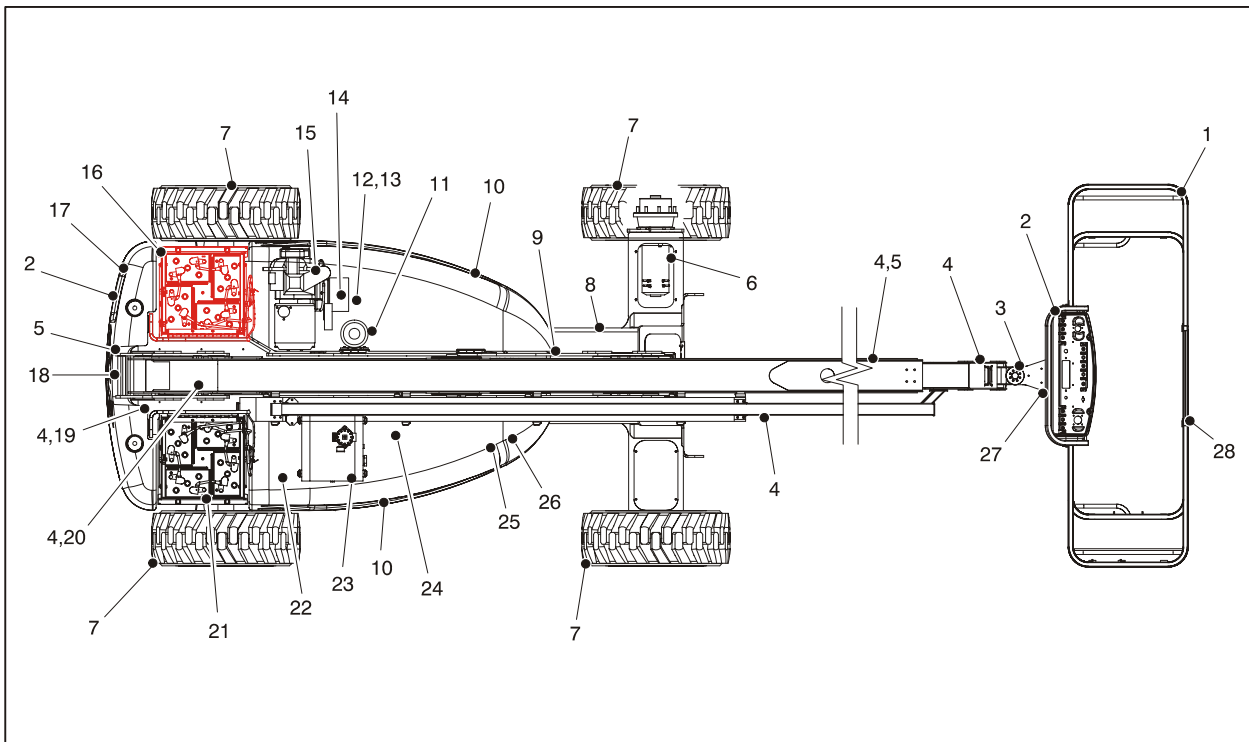
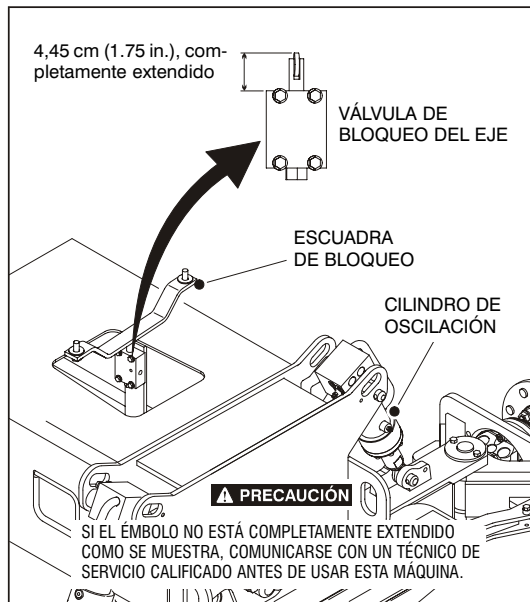

Figura 2-4. Inspección visual diaria - Hoja 1 de 4
Figura 2-7. Inspección visual diaria - Hoja 4 de 4
4. **“Inspección visual”** – Consultar la Figura 2-4., la Figura 2-5. y la Figura 2-7.